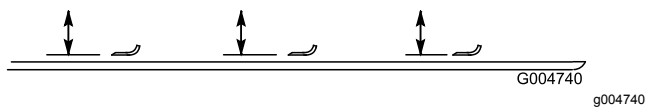

Рисунок 125
2. Поверните нож так, чтобы его концы были направлены вперед и назад, и измерьте расстояние между внутренней частью деки газонокосилки и режущей кромкой в передней части ножа (Рисунок 125).